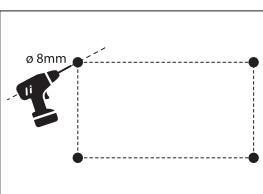

Рис.5
- Просверлите в стене отверстия диаметром 8 мм на необходимую глубину (рис. 5).